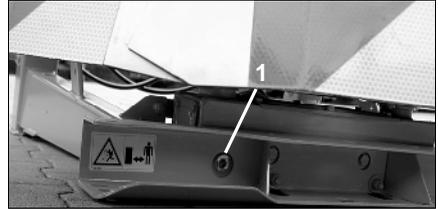

Fig. 45
En conditions normales d'utilisation, le boîtier ne demande aucun entretien. Le boîtier est garni en usine avec une dose d'huile de boîte suffisante. **Le niveau d'huile doit être visible au regard transparent (Fig. 45/1)** En règle générale il n'est pas nécessaire de procéder à un appoint d'huile de boîte.
- Dévissez le regard transparent (Fig. 45/1),
- Revissez le regard transparent (Fig. 45/1).